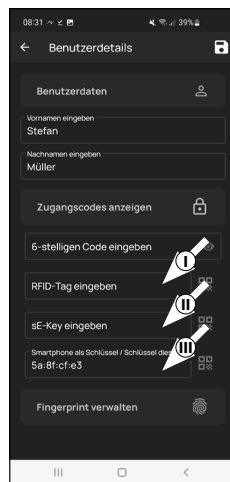

Fig. 4
- 6 À ce stade, vous pouvez enregistrer une télécommande *ENTRY se-Key 7713* (disponible en option) (II) (Fig. 4). Vous trouverez des remarques relatives à la configuration dans la notice de la télécommande.
Remarque : Le profil d'utilisateur de l'administrateur a déjà été créé automatiquement en ouvrant la serrure par smartphone (III) (Fig. 4). Pour des utilisateurs complémentaires, vous pouvez enregistrer dans ce champ un autre smartphone en tant que clé électronique. Vous trouverez des instructions à ce sujet dans la notice principale, sur notre site web (voir lien sur la page de couverture).